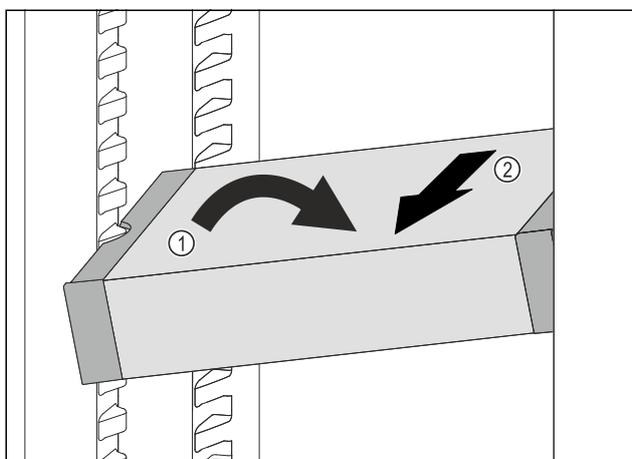

Fig. 62
- ▶ Встановити VarioSafe під кутом в охолоджувальному відділенні. Fig. 62 (1)
- ▶ Витягнути VarioSafe вперед. Fig. 62 (2)